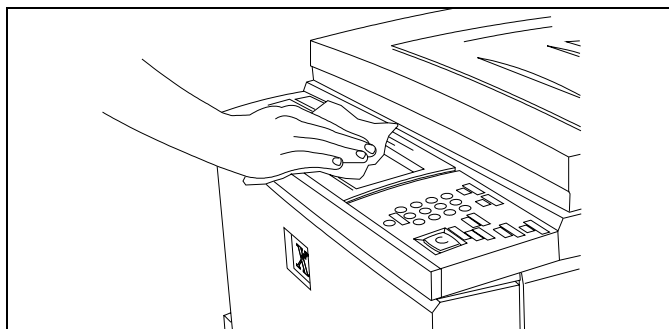

Figura 24
1. Consulte a Figura 24. Limpe a tela de toque com um pano limpo, sem fiapos.